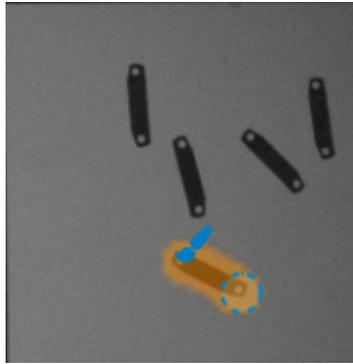

Abbildung 17: Teileformbereich zeichnen
- Klicken Sie auf **Pinsel**, um einen Bereich zu zeichnen, der ein Merkmal des Referenzteils abdeckt. Siehe Abbildung 17.